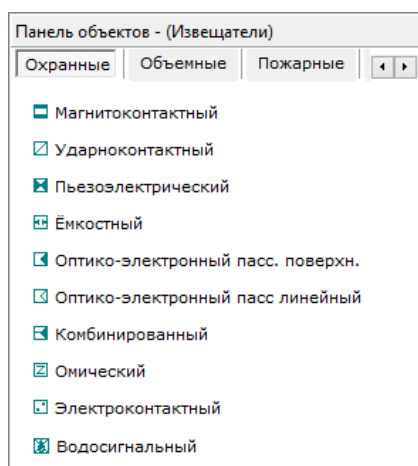

Рисунок 6-484 Панель объектов – Извещатели вкладки "Охранные"
- Охранные (см. Рисунок 6-484),